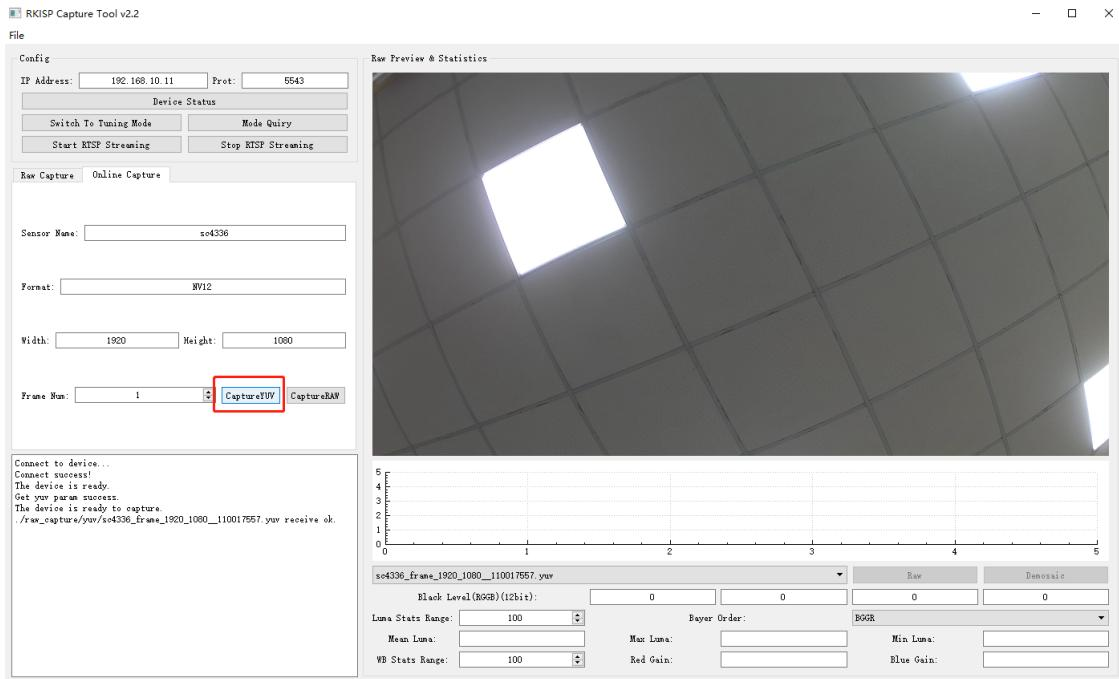

图3-7-2-1
5. 点击Capture YUV，右侧预览会显示采集到的YUV图像，文件将存放在raw\_capture/yuv/下，如图3-7-2-1所示